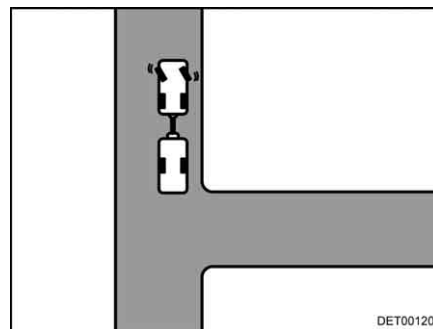

Fig. 19 Sterzare verso sinistra
- A rimorchio fermo sterzare verso sinistra (Fig. 19).